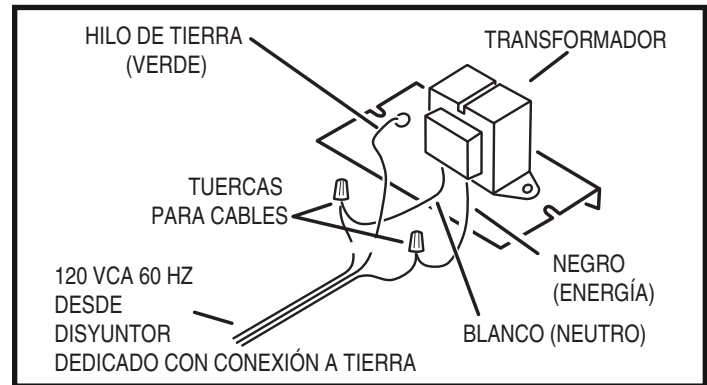

Figura 3. Cableado de alimentación de transformador
4. Lleve el cable de alimentación de entrada hasta el recinto del transformador TE5D a través del orificio con disco removible situado en el fondo. Use las tuercas de cable para conectar el cable de alimentación de entrada a los hilos de entrada NEGRO (ENERGÍA) Y BLANCO (NEUTRO) del transformador TE5D (y al cable que va al transformador TE2D, si se tiene instalado). Conecte el hilo VERDE (TIERRA) al conductor de tierra del/los cable(s) (ver la Figura 3).